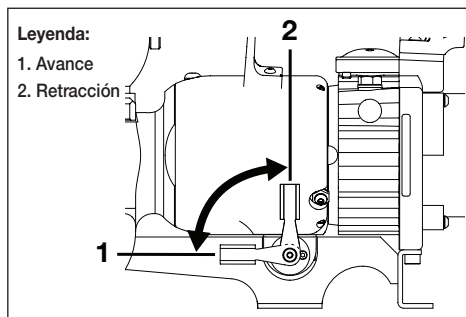

Figura 5, Posiciones de la palanca direccional
La palanca direccional está a la izquierda de la herramienta. La posición de la palanca determina la dirección de desplazamiento del pistón al accionar el cortacadenas. Véase Figura 5.
4. Asegúrese de que la palanca direccional esté en la posición de avance (posición 1). Véase Figura 5.
- 11. Ponga la palanca direccional en la posición de retracción (posición 2). Véase Figura 5.